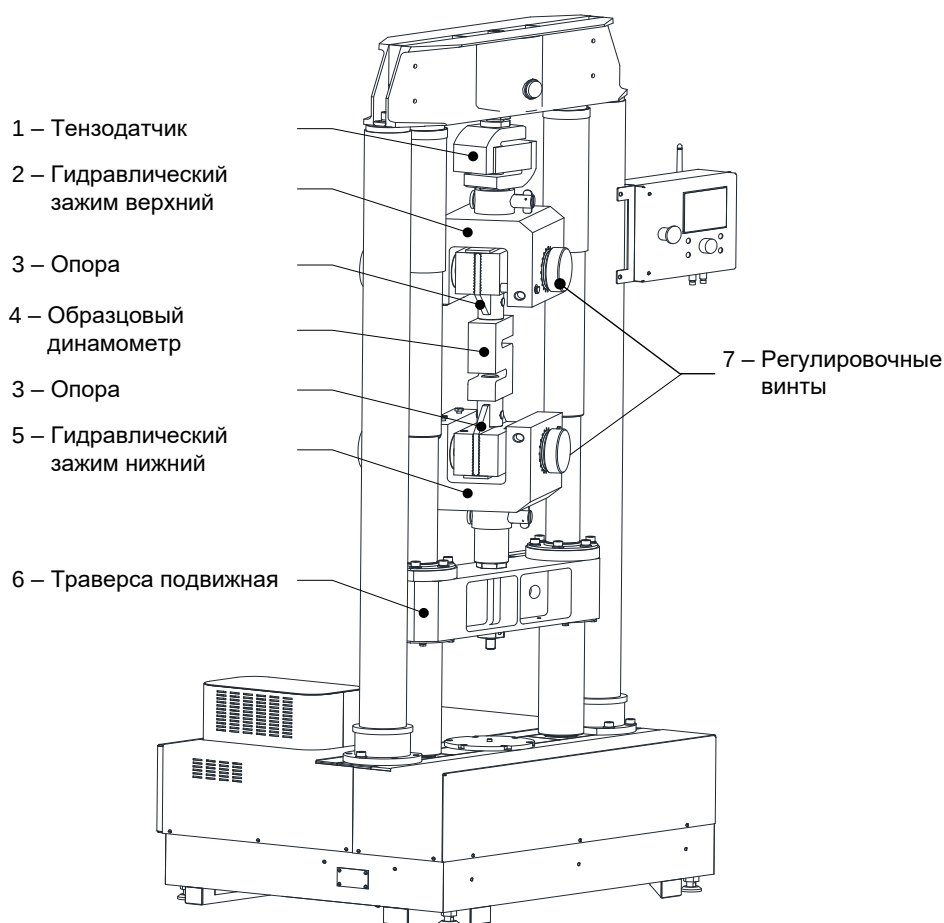

Рисунок 6 – Установка образцового динамометра в тисы
3.4.1 Траверсу подвижную 6 поднимать до тех пор, пока расстояние между нижней плоскостью губки гидравлического зажима верхнего 2 и верхней плоскостью губки гидравлического зажима нижнего 5 не составит 330 мм (см. рисунок 6, страница 12). Расстояние можно измерить, например, с помощью измерительной линейки 500 мм ГОСТ 427-75.